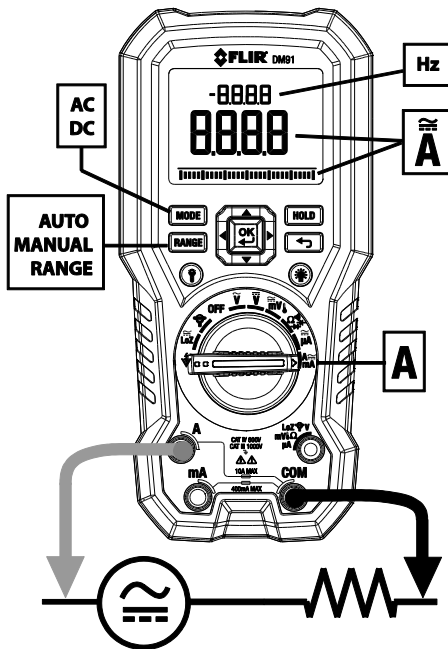

Fig. 5-8 Hoge Stroom 'A' metingen en Frequentiemetingen
4. Sluit de testsnoeren in serie aan met het onderdeel in overeenstemming met Fig. 5.7 en Fig. 5-8 voor 'A' metingen, Fig. 5-9 voor mA metingen of Fig. 5-10 voor μ A metingen.